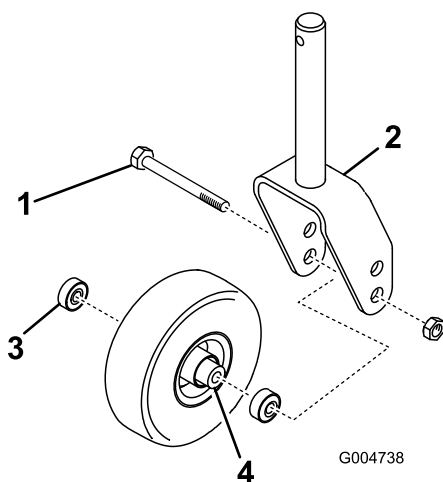
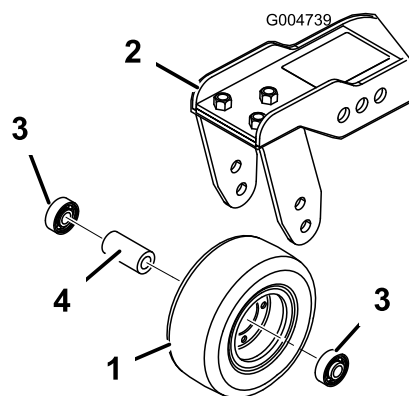

Figure 80
Figure 81
1. Retirez le contre-écrou du boulon vis de fixation de l'ensemble roue pivotante entre la fourche (Figure 80) ou le bras pivotant (Figure 81). Maintenez la roue pivotante et sortez le boulon de la fourche ou du bras pivotant.
2. Enlevez le roulement du moyeu de la roue et laissez tomber la douille d'écartement à l'extérieur (Figure 80 et Figure 81). Enlevez le roulement de l'autre côté du moyeu.